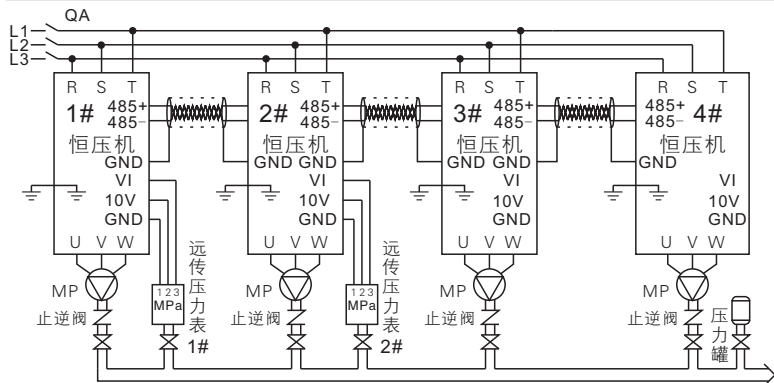
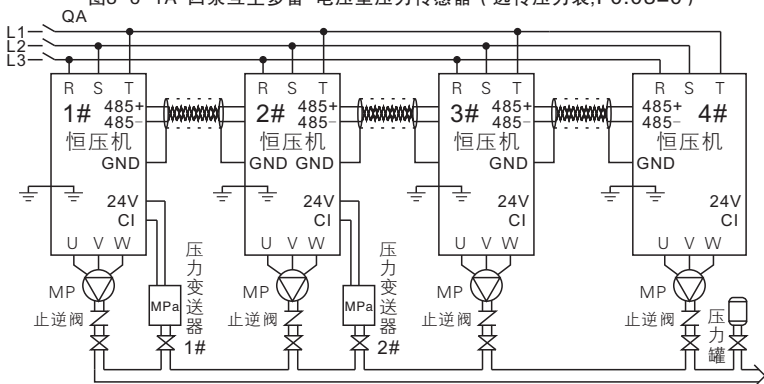

图3-6-1A 四泵互主多备-电压型压力传感器 (远传压力表,F0.03=0)
图3-6-1B 四泵互主多备-电流型压力传感器 (压力变送器,F0.03=1)
- ①先接主回路输入端 (三相: R、S、T, 单相: R、T) 输出端 (U、V、W到异步电机)
- ②再将压力传感器的信号线连接到智能恒压机, 连接电压型远传压力表参照图3-6-1A, 连接电流型压力变送器参照图3-6-1B。
- ③通信线连接, 用双绞屏蔽线将四台智能恒压机端子485+、485-同名端子对应连接。
- ① 供电后，将F0.00设置0为手动模式，按运行键查看水泵叶轮旋转方向是否正确，若方向反转，断电后将电机线任意两相对调即可。
- ② 首次启动，可使用手动模式给水泵、管道排气。
- ① 设置压力传感器最大量程F0.04（参见下表F0.04说明）。
- ② 在手动模式下启动查看恒压机上的反馈压力是否与实际压力一致，长按▲键或▼键增加或减少水泵转速观察反馈压力是否同时改变一致，若一致，说明压力传感器接线正确。（观察1#泵）
- ① 首次启动或遗忘参数时，恢复厂家参数（F0.28设置“1”确定）
- ② 按照3.6.3参数设置表逐项进行设置。F0.01~F0.04参数仅需在主机泵设置（双主机需要在1号、2号机分别设置参数）。